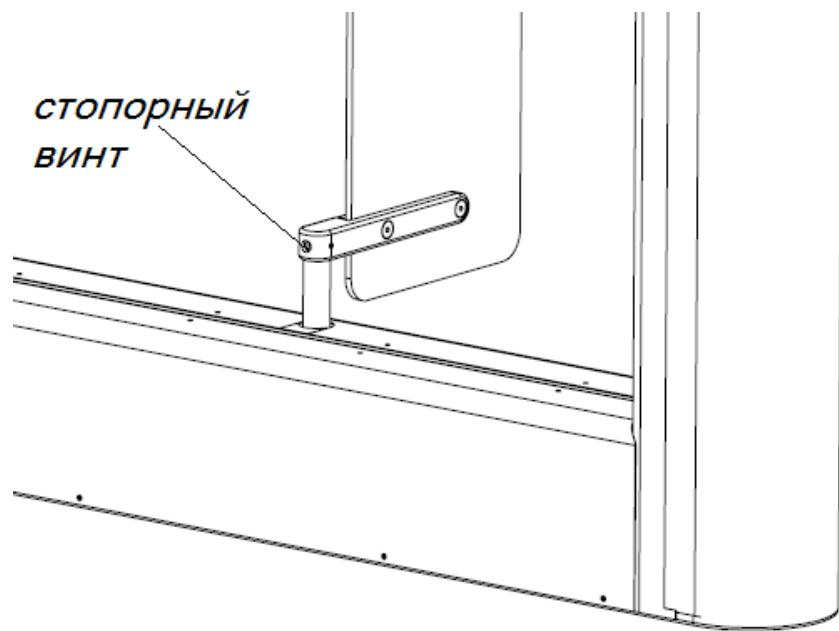

Рис. 2. .
- крепление стопорного винта на нижнем кронштейне створки (рис. 2);